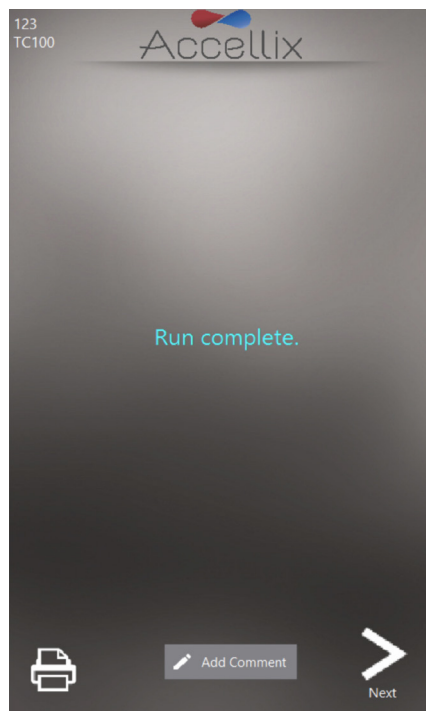
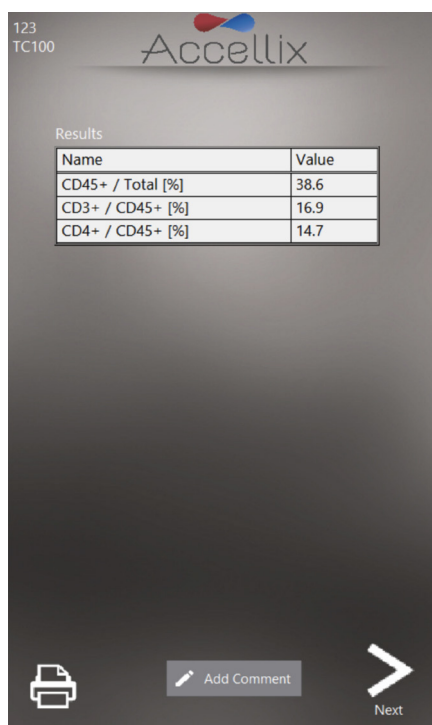

Figure 43 : exemple d'écran Procédure terminée sans résultats
Figure 44 : exemple de Rapport de résultats à l'écran
Les deux écrans suivants sont des exemples d'affichages de résultats potentiels (Figure 43 et Figure 44) :
- a. Pour un test qui produit un rapport de résultats à l'écran, p. ex. le test T Cell RTF (L), un écran **Results** (Résultats) apparaît à ce stade. Consultez l'exemple de rapport **Results** (Résultats) à l'écran sur la Figure 44.